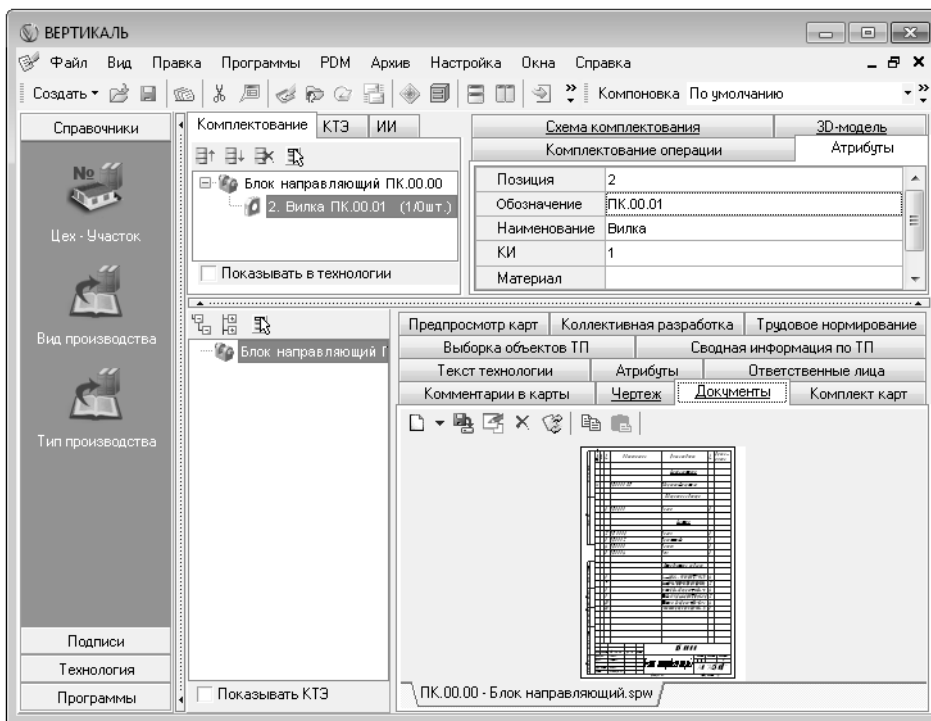

Рис. 11.6.
11. Установите курсор на вновь появившийся элемент и перейдите на вкладку **Атрибуты**. Заполните ячейки вкладки так, как показано на рис. 11.6.